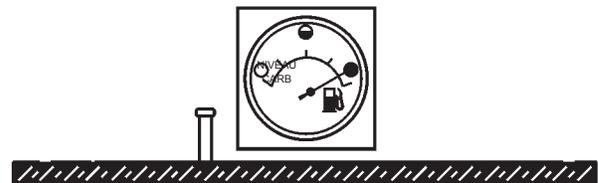

Figure 35. Réservoir de carburant plein
3. **NE JAMAIS trop remplir le réservoir** — Il est important de lire la jauge de carburant lors du remplissage du réservoir de carburant de la remorque. **NE PAS** attendre que le carburant soit visible dans la goutte de remplissage (Figure 35).